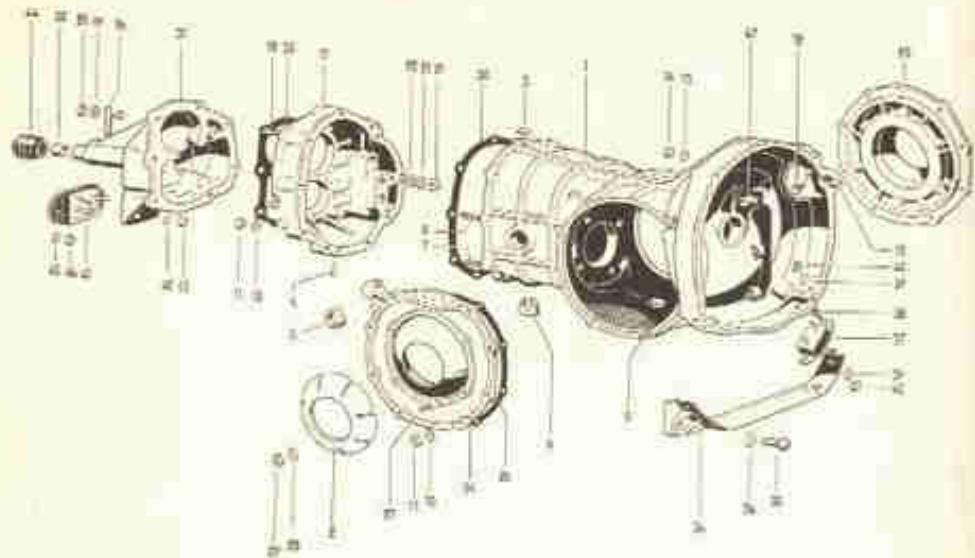

Fig. 2-K — Carcaça da transmissão e peças anexas
A carcaça não mais se compõe de duas metades semelhantes; é interiora em sua parte principal (1, fig. 2-K) com uma tampa (16) e a caixa da alavanca seletora (30). Na parte onde se aloja o diferencial,
- Retiram-se as porcas que prendem o calço de borracha (40, fig. 2-K).